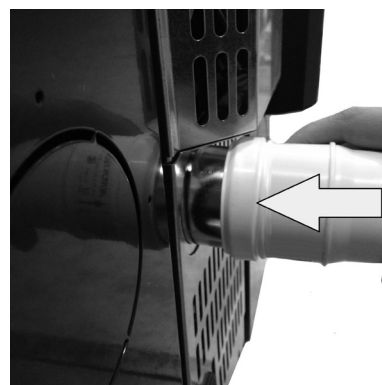

Fig. 14 - Fase 3
- Plaats de vrouwelijke buis \varnothing 6 cm (zie **Fig. 14**).